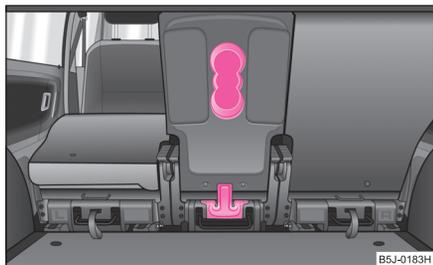

Fig. 88 Soporte para la fijación
- Meter la sujeción ⇒ fig. 88 por detrás entre banqueta y respaldo, después, volver a poner el respaldo en posición vertical.